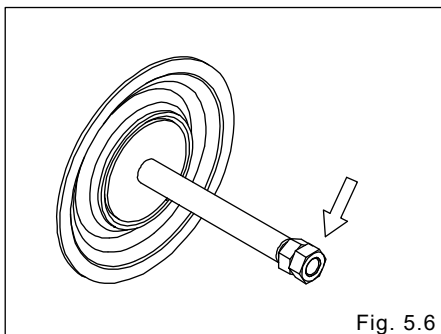

Fig. 5.6
- Coloque una tuerca doble en un extremo del pistón central y quite el diafragma y el disco central del extremo opuesto. [Fig. 5.6]